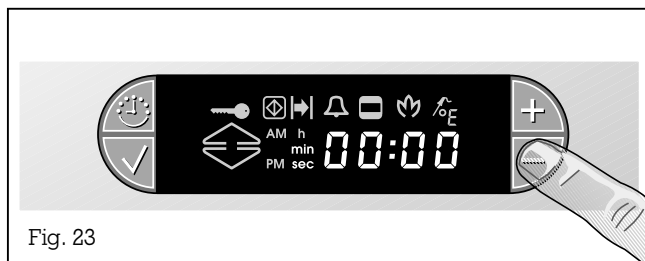

Fig. 23
- Tryck på knappen - när ugnen är påsatt (fig. 23).